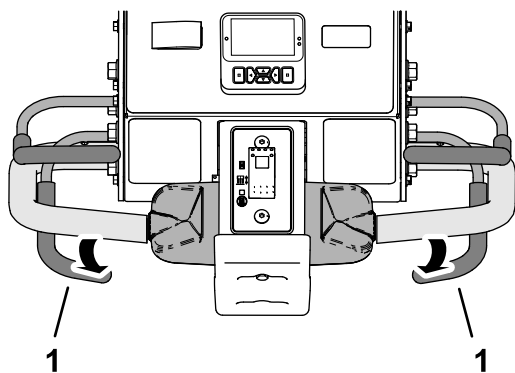

Bild 85
- Wenn der Vorderreifen über den Rand des Aerifizierbereichs rollt, lösen Sie den Aerifizierbügel (Bild 85).